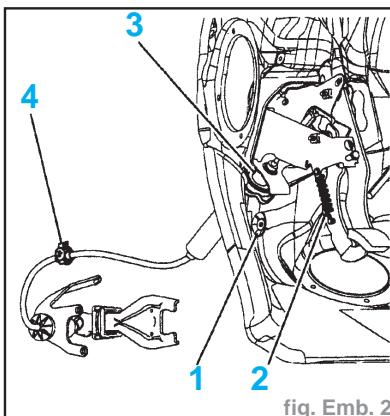

fig. Emb. 2
- Vérifier (fig. Emb. 2) :
- l'absence de surtapis sur la butée basse (1) de la pédale d'embrayage
- la mise en place du ressort d'assistance (2) (moteur DW8)
- l'empoîtement (3) du câble sur le tablier
- le bridage (4) du câble sur brancard (moteur DW8)